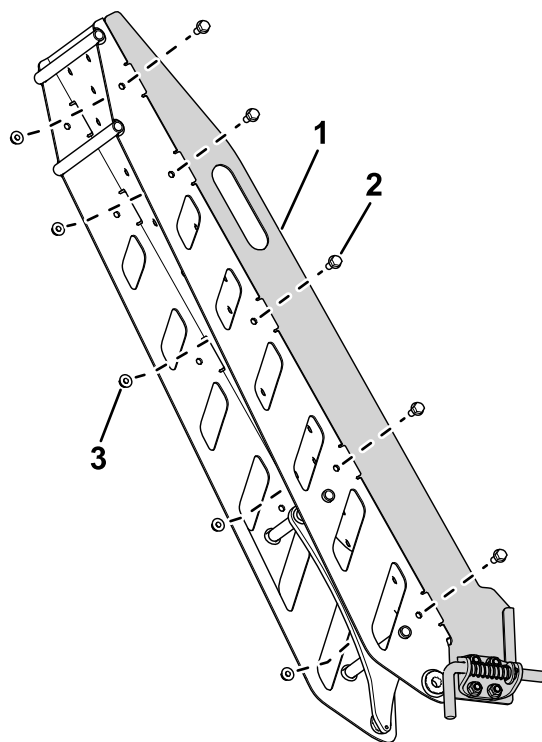

図10
2. ボルト5/16 x 3/4" 10本とナイロックナット 5/16" 10個を使用して、ガイドプレートをランプアセンブリに固定する図10。